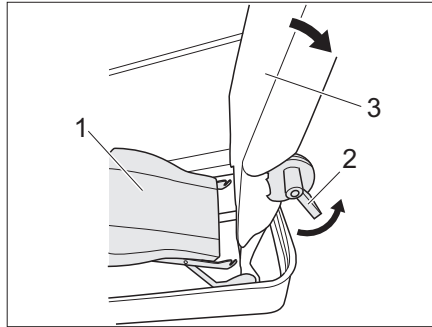
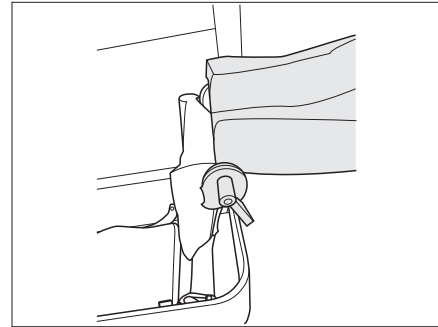

Bild 211 Haka av sätet
Bild 212 Vrid ryggstödet 90° bakåt
- Haka av sätet (Bild 211,1) och flytta det nedåt.
- Tryck på spak 1 (Bild 211,2) och vrid ryggstödet (Bild 211,3) bakåt 90° (Bild 212).